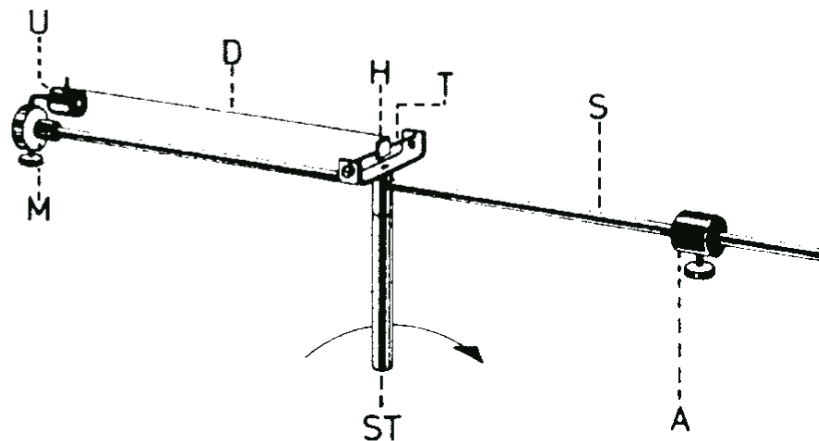

Abbildung 1.2: Radialkraftgerät nach Schürholz.
- Der zu verwendende Metallkörper ( $U$ ) (Abb. 1.2) wird auf den Stift der Muffe ( $M$ ) gesteckt und mit einem der beiden Drähte ( $D$ ) an den Haken des Spiegels ( $H$ ) gehängt. Die Muffe wird entweder bis zum inneren oder bis zum äusseren Anschlag geschoben, so dass entweder der kurze oder der lange Draht genau passt.